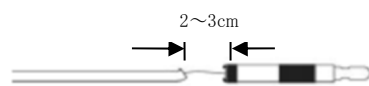

図 7
- (3) 開いたデリバリープッシャの近位端と遠位端をゆっくりと分離する。次に、エックス線透視下でプッシャの近位側を約 2～3 cm 引き、塞栓用コイルの離脱を確認する(図 7 参照)。